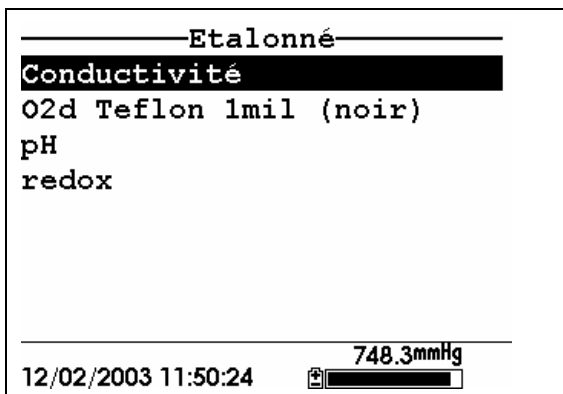

Figure 6.2 Ecran de calibrage
2. Utilisez les touches à flèches pour positionner le curseur sur le choix **Conductivité**. Reportez vous à la Figure 6.2 Ecran de calibrage.
15. Appuyez sur **Echap** pour revenir au menu de calibrage. Reportez vous à la Figure 6.2 Ecran de calibrage.
2. Utilisez les touches à flèches pour positionner le curseur sur le choix **Oxygène dissous**. Reportez vous à la Figure 6.2 Ecran de calibrage.
11. Appuyez sur **Echap** pour revenir au menu de calibrage de l'oxygène dissous. Reportez vous à la Figure 6.2 Ecran de calibrage.
11. Appuyez sur **Echap** pour revenir au menu de calibrage. Reportez vous à la Figure 6.2 Ecran de calibrage.
2. Utilisez les touches à flèches pour positionner le curseur sur le choix **pH**. Reportez vous à la Figure 6.2 Ecran de calibrage.